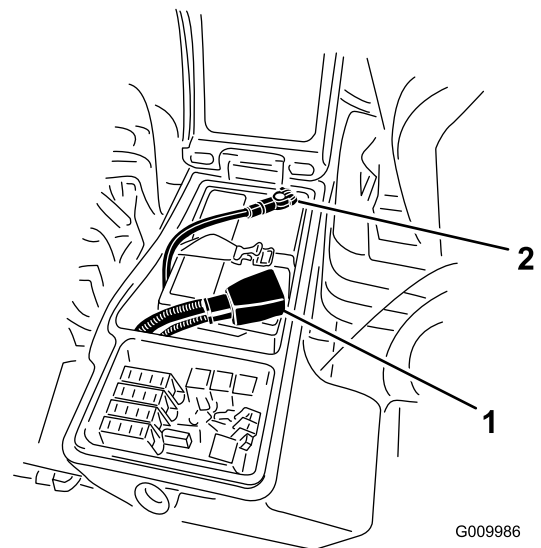

Figure 66
3. Débranchez le câble négatif (noir) de la borne négative (-), puis le câble positif (rouge) de la borne positive (+) de la batterie (Figure 66).
6. Raccordez le câble positif (rouge) de la batterie à la borne positive (+) et le câble négatif (noir) à la borne négative (-) (Figure 66).